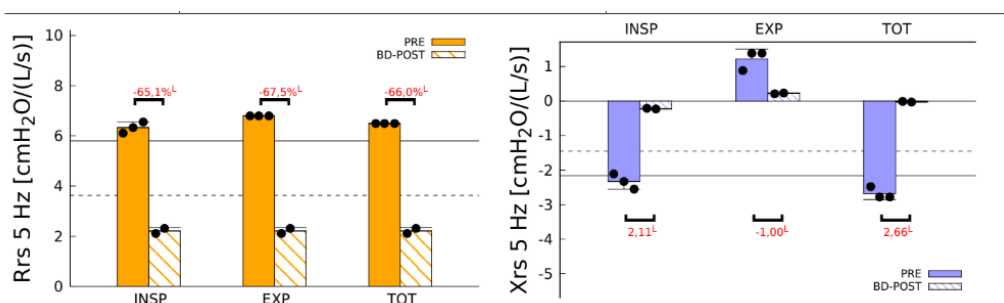

Figura 6o - Barre di resistenza e reattanza
- Le barre nel grafico a sinistra del grafico della Figura 6o indicano la media e la deviazione standard della Resistenza media (INSPIratory, EXPIratory e TOTa), calcolata dalle misure selezionate all'interno della sessione (vedasi la sezione ESEGUIRE UNA NUOVA SESSIONE DI MISURE). Le barre nel grafico a destra indicano la media e la deviazione standard della reattanza media (INSPIratory, EXPIratory e TOTa) calcolata dalle misure selezionate in una data sessione (vedasi la sezione ESEGUIRE UNA NUOVA SESSIONE DI MISURE). I punti su ogni barra indicano i valori puntuali dei parametri FOT di ogni misura della sessione.